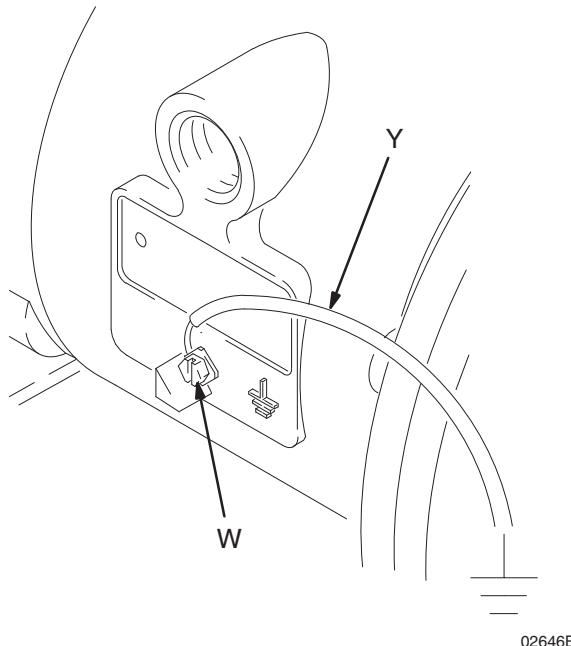

图 1
- 泵：连接接地导线和线夹，如图 1 所示。拧松接地螺丝 (W)。将一条最小为 12 ga (1.5 毫米²) 的接地线 (Y) 的一端插入后面的接地螺钉并牢固地拧紧螺